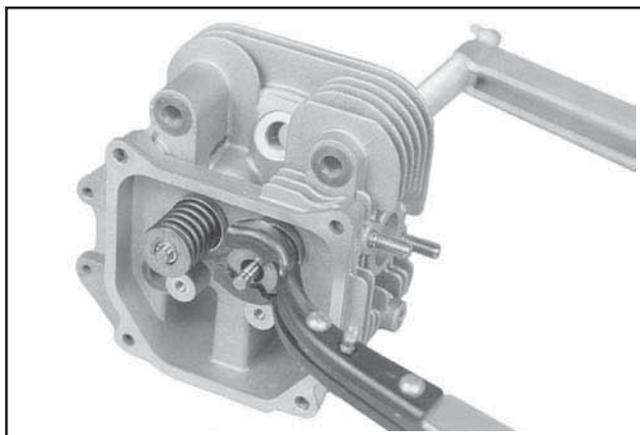

Figure 9-57. Enlèvement des soupapes avec l'outil de compression spécial à ressorts des soupapes.
2. Comprimer les ressorts des soupapes à l'aide d'un outil de compression spécial. Voir la Figure 9-57.